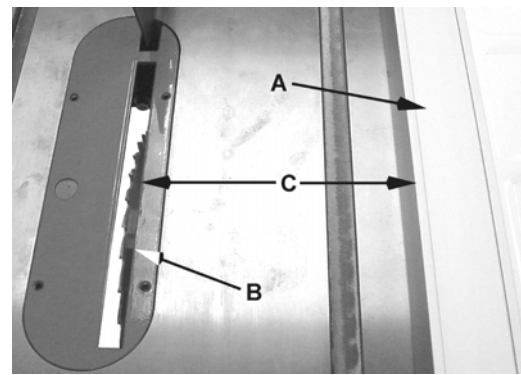

Figura 31
Se debe colocar la *guía para cortar al hilo* (A, Figura 31) para el *ancho del corte* (C, Figura 31) usando la escala en el frente del riel o midiendo la distancia entre la hoja (B) y la guía (A). Párese fuera de la línea de la hoja y de la pieza de trabajo para evitar el aserrín y las astillas que pueden saltar de la hoja o la posibilidad de contragolpes.